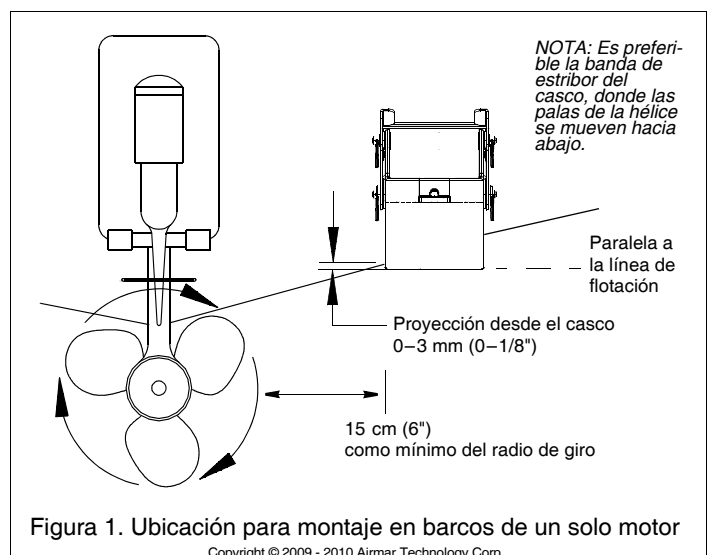

Figura 1. Ubicación para montaje en barcos de un solo motor
- Es preferible montarlo en el lado del espejo de popa en el que las palas de la hélice se mueven hacia abajo (figura 1).
- **Un motor**—Montar el transductor como mínimo 15 cm (6") más allá del radio de giro de la hélice (figura 1).
1. En la ubicación seleccionada para el montaje, sitúe el conjunto de modo que el transductor sobresalga 3 mm (1/8") por debajo del borde inferior del espejo de popa (figura 1). Verifique que la o las cuñas, en su caso, estén colocadas. (Puede sujetar provisionalmente la o las cuñas a la fijación con cinta adhesiva.) Con el transductor en posición de funcionamiento, marque las esquinas inferiores de la fijación.
5. Utilizando el espacio de ajuste vertical en las ranuras de la fijación, desplace el conjunto arriba o abajo hasta que la esquina inferior interna del transductor sobresalga 0-3 mm (0-1/8") por debajo del fondo del casco (figura 1): Cuando esté satisfecho con la posición del transductor, apriete los cuatro tornillos de la fijación. Para facilitar el acceso a los tornillos, retire el conjunto del transductor de la fijación (figura 4). *Cuando vuelva a colocarlo, no olvide incluir el espaciador.*
- b. Sitúe el transductor a una profundidad mayor en el agua, en incrementos de 3 mm (1/8") (figura 1).